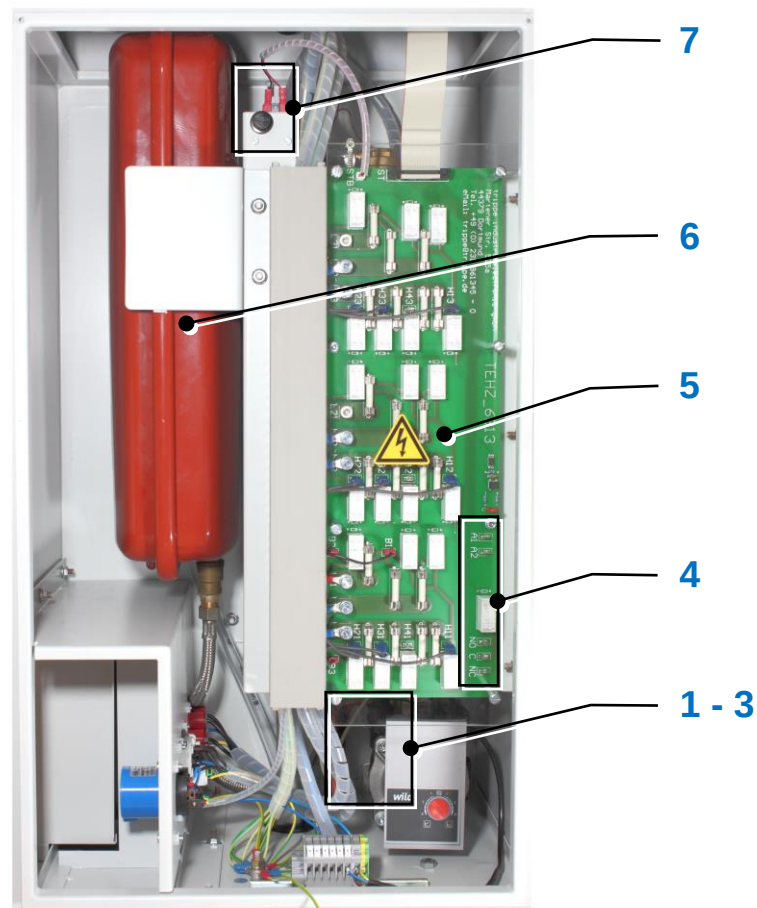
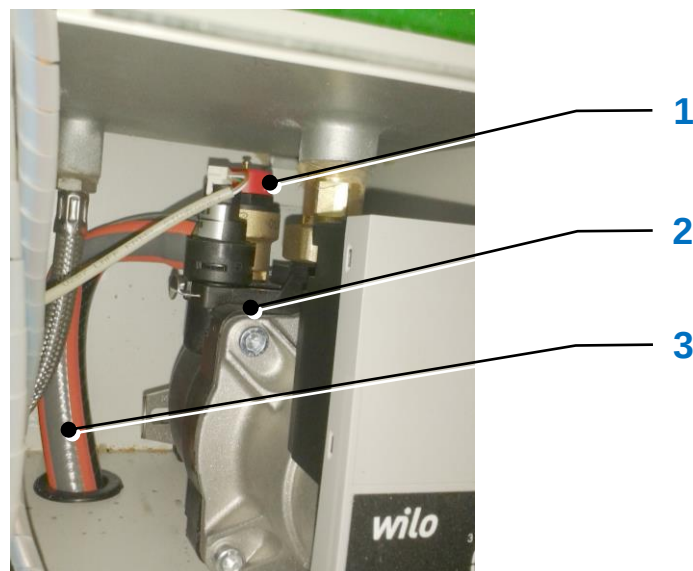

Abb. 2): Innenansicht der mobilen Heizzentrale (beispielhaft)
Abb. 3): Sicherheitsventil (Pos.1) an der Umwälzpumpe
1 - 3	- Sicherheitsventil an der Umwälzpumpe (siehe Kap. 2.4, Abb. 3)
Anmerkung: Die Ziffern in Klammern (X) beziehen sich auf die Positionsnummern in Abb. 2 im Kap. 2.3 und Abb. 3 in diesem Kapitel.
Die Schutzabdeckung (siehe Abb. 2, Pos. 5) befindet sich vor der Relaisplatine und bildet einen mechanischen Schutz der empfindlichen elektronischen Bauteile.
Das MAG (siehe Abb. 2, Pos. 6) gleicht Druckschwankungen im Heizsystem aus.
Der STB (siehe Abb. 2, Pos. 7) schaltet beim Erreichen der Temperatur von 95 °C die Heizung ab. Damit die mobile Elektroheizzentrale weiter betrieben werden kann, muss die Temperatur zunächst einmal zu einem Wert im Normalbereich (< 80 °C) zurückkehren und der STB zurückgestellt werden.